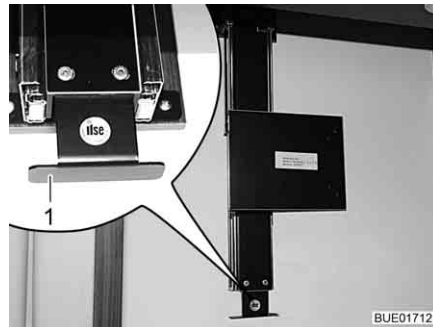

Bild 64 Fäste bakom hängskåpet
- Dra utdraget vid handtaget (Bild 64,1) nedåt fram till anslaget.